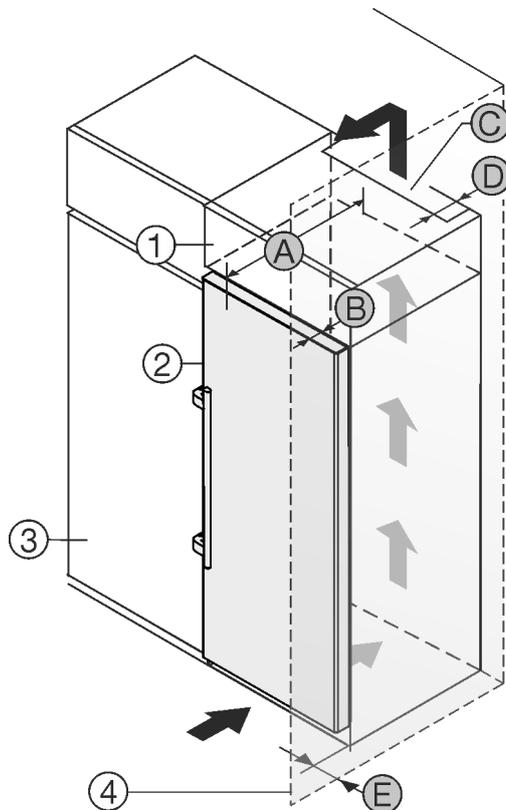

Fig. 24
Přístroj lze zabudovat do kuchyňských skříní. K vyrovnání přístroje *Fig. 24 (2)* na výšku kuchyňské linky lze na přístroj nasadit nástavec *Fig. 24 (1)*.
Přístroj lze instalovat přímo vedle kuchyňské skřínky *Fig. 24 (3)*. Aby bylo možné dvířka plně otevřít, musí přístroj přesahovat o hloubku *Fig. 24 (B)* vůči přední linii kuchyňské skřínky. V závislosti na hloubce kuchyňských linek a použití vymežovačů odstup od stěny může přístroj vyčnívat dále.
- Na zadní straně nastavné skřínky musí být větrací šachta hluboká *Fig. 24 (D)* přes celou šířku nastavné skřínky.
- Pod stropem místnosti musí být dodržen ventilační průřez *Fig. 24 (C)*.
Pokud je přístroj se závěsy instalován vedle stěny *Fig. 24 (4)*, musí být dodržena vzdálenost *Fig. 24 (E)* mezi přístrojem a stěnou. To odpovídá přesahu madla při otevřených dveřích.